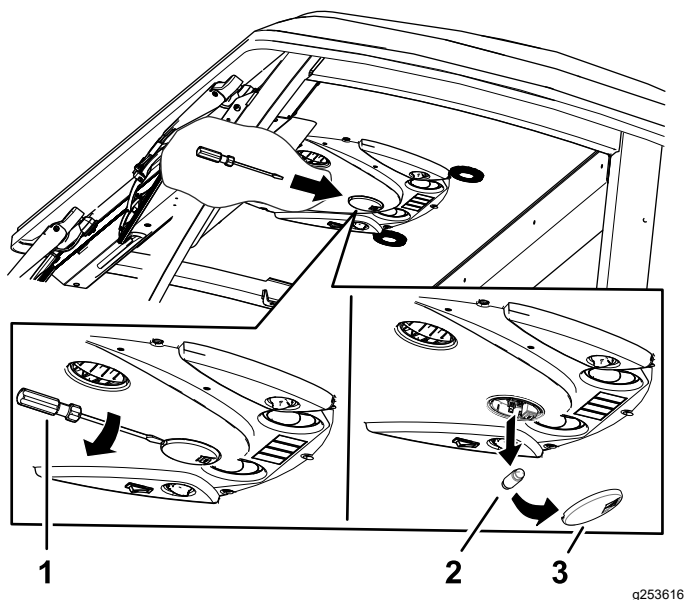

Figure 85
1. Avec un tournevis, enlevez le verre du panneau de commande (**Figure 85**).
2. Retirez l'ampoule du culot (**Figure 85**).